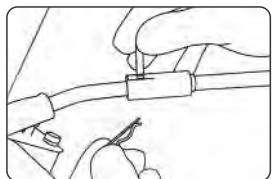

Рис. 14
- Установите рычаг переключения скоростей (рис. 14). Зафиксируйте стопорным пальцем и пружинным фиксатором (допускается замена на болт с гайкой).